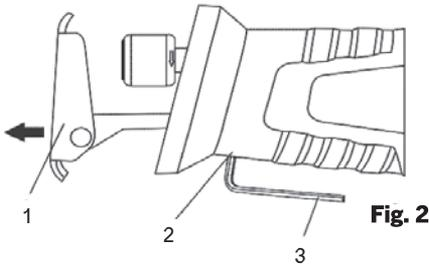

Fig. 2
1. Pour régler le sabot pivotant (1), desserrez les vis hexagonales (2) du sabot pivotant sur le côté inférieur de la scie à l'aide de la clé hexagonale de 4 mm (3) (Fig. 2).